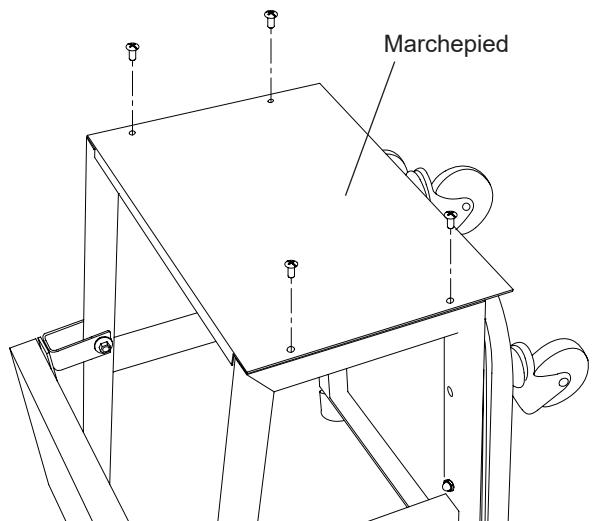

Figure 4 : Installation du marchepied sur les bâts latéraux
- Fixez le marchepied sur les bâts latéraux à l'aide de quatre vis Phillips M6 x 16 (figure 4).